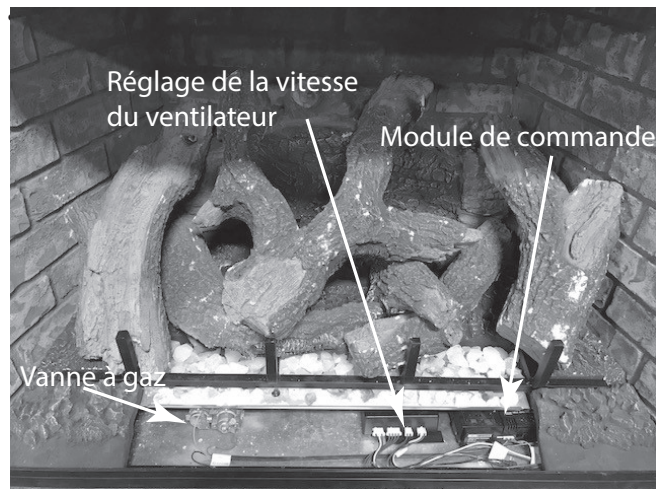

Figure 3.6
- La vanne de gaz et les composants électriques devraient maintenant être accessibles. Voir la figure 3.6.